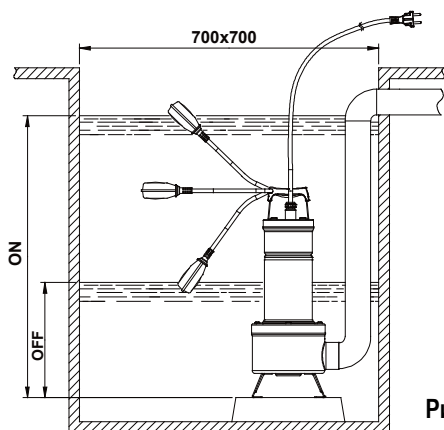

Рис.1
- 4.1 В случае, если на дне колодца, в котором должен работать насос, имеется много ила, необходимо предусмотреть стойку для установки насоса во избежание засорения решетки всасывания (**Рис.1**).
- 4.4 Для моделей, оснащенных поплавковым выключателем, необходимо проверить, чтобы он не был заблокирован (**СМОТРЕТЬ ПАРАГРАФ РЕГУЛЯЦИЯ ПОПЛАВКОВОГО ВЫКЛЮЧАТЕЛЯ**). Предусмотреть минимальные размеры колодцев, как указано на **Рис.1**. Необходимо всегда рассчитывать размеры колодца также соответственно имеющемуся объему воды и расходу насоса таким образом, чтобы не подвергать двигатель чрезмерно частым запускам.